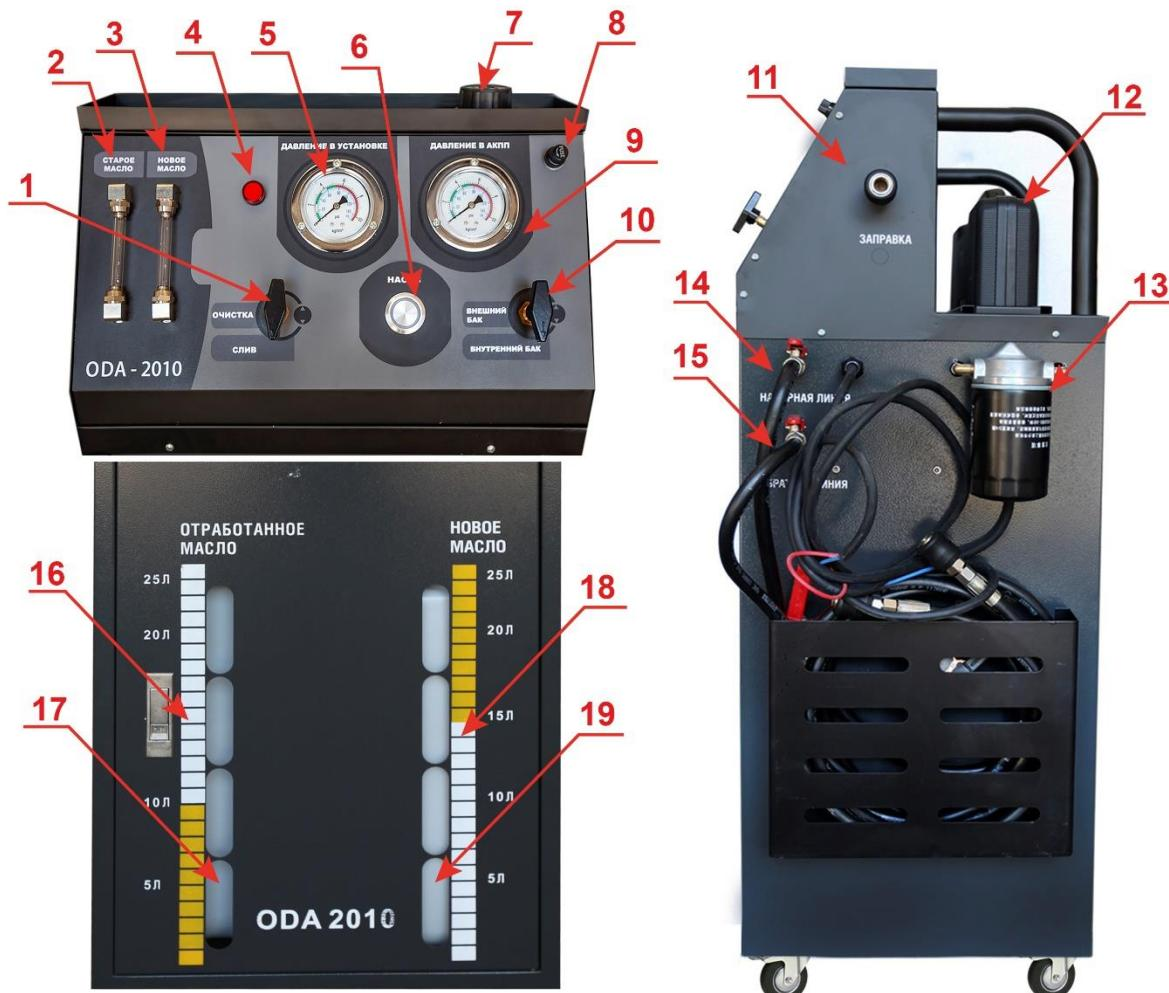

Рис. 3 Устройство изделия в сборе
4. Шланг из набора адаптеров подсоедините одним штуцером к Разъему-2 (рис.3 п.11), а другой конец шланга опустите в емкость с жидкостью для промывки АКПП.
5. Установите переключатель-1 (рис.3 п. 1) в положение «Очистка».
6. Установите переключатель-2 (рис.3 п. 10) в положение «Внешний бак».
2. Отсоедините шланг от Разъема-2 (рис..3 п. 11) «Подключение внешней емкости».
3. Откройте крышку заливной горловины (рис..3 п. 7) и залейте масло НЕ МЕНЕЕ ПОЛУТОРА ОБЪЕМОВ от номинала согласно техническим характеристикам АКПП для вашей модели автомобиля.
4. Установите переключатель-1 (рис.3 п. 1) в положение «Очистка».
5. Установите переключатель -2 (рис.3 п. 10) в положение «Внутренний бак»
7. Установите переключатель-1 (рис.3 п. 1) в положение «СЛИВ». Процесс замены наблюдайте через смотровые трубки. Равномерный слив и подача масла контролируется по мерным линейкам (рис.3 п.16/18). Когда цвет трубки (залива) будет совпадать с цветом трубки (слива), процесс замены считается законченным.
Для удаления отработанного масла, из емкости (рис.3 п.17) аккуратно выньте шланг из горловины, извлеките емкость из установки, а затем слейте жидкость в емкость для сбора и хранения отработанного масла.
6. (несмотря на высокое давление), поменяйте масляный фильтр (13, рис.3).